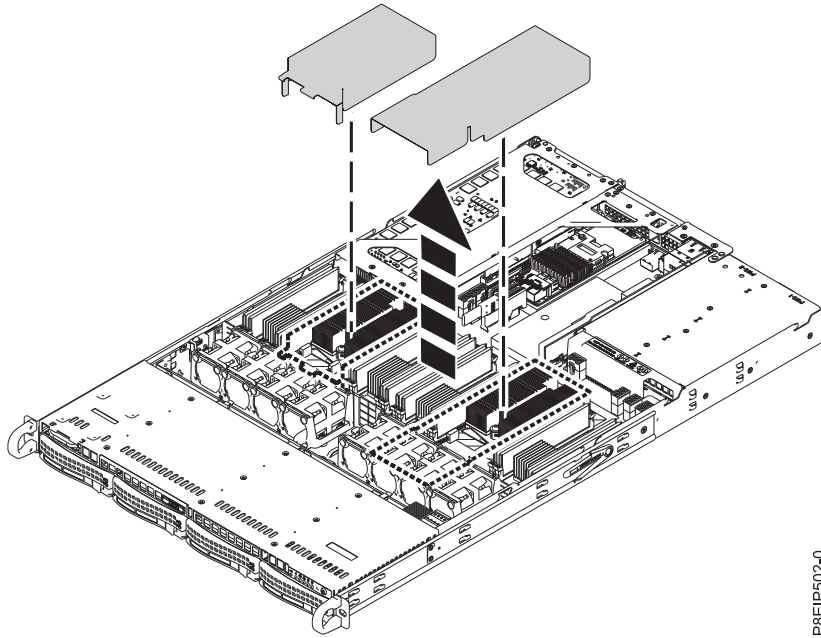

Figura 63. Extracción del deflector de aire del procesador
3. Extraiga el deflector de aire del procesador tal como se indica en la Figura 63 en la página 59. Desencaje con cuidado y levante el deflector de aire del procesador del sistema.